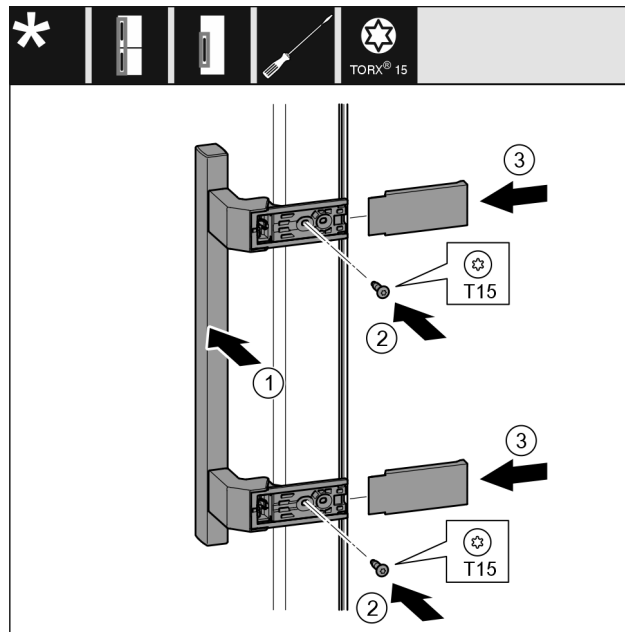

Fig. 55
- ▶ Držadlo Fig. 55 (1) nasadte na opačnú stranu.
- ▶ Pevne utiahnite skrutky Fig. 55 (2) skrutkovačom.
- ▶ Kryty Fig. 55 (3) nasadte a nasuňte z boku.